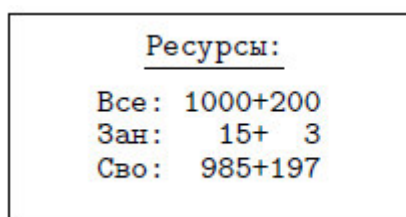

Рис. 3.11
3.4.3 **"Ресурсы"** - просмотр имеющихся ресурсов памяти: общее количество записей, число свободных и число занятых мест отдельно по ячейкам и датам (Рис. 3.11).